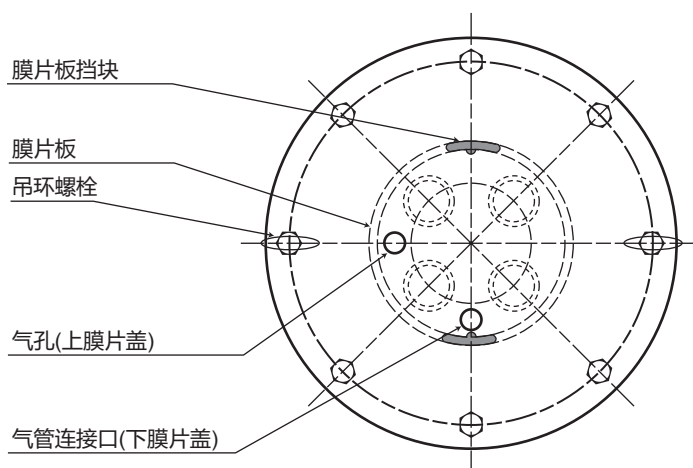

图 4-7 反作用
- (1) 使用 4 个螺栓将膜片盖(下)固定到支架上。同时,在如图 4-7 所示设定位置气管接口。
- (2) 将执行机构连杆(连接着膜片)插入衬套。请防止衬套内侧或防尘圈被连杆的螺纹部分损坏。如果可能的话,请用胶带覆盖螺纹部分。
- (3) 转动执行机构的连杆,将膜片板挡块放在如图 4-7 所示的位置。
- (4) 固定弹簧座,然后将弹簧安装到弹簧座上。(参见图 4-7)
- (5) 放置上膜片盖,然后用一对吊环螺栓对其进行固定。
注:将气管接口设定到如图 4-7 所示的位置,交替均匀地拧紧一对吊环螺栓。